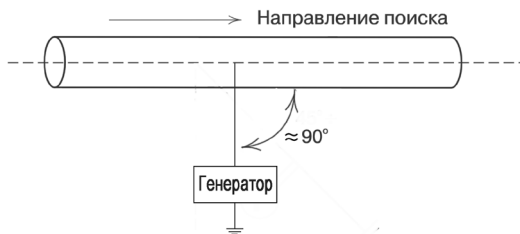

Рис.5
- угол между выходным проводом и н пр влением поиск в месте подсоедине- ния генер тор к к белю должен сост вить 90 гр д рис. 5;